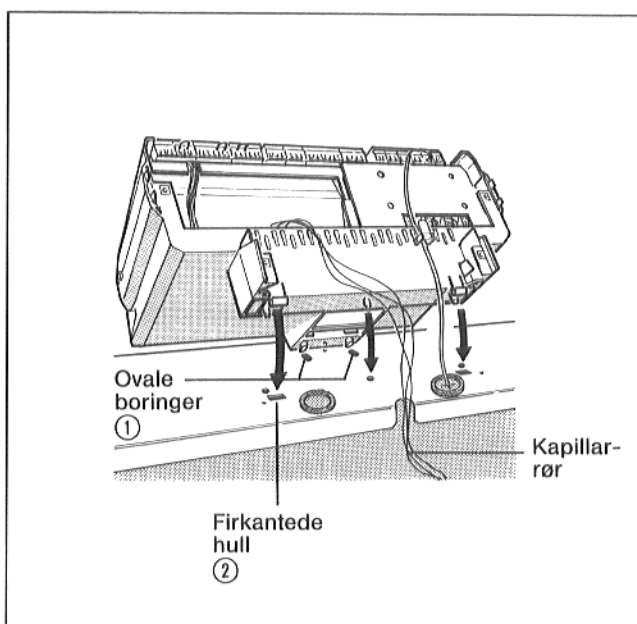

Fig. 23
- Kontrollpanelet settes slik på fremre topp-plate at innskyvningshakene på undersiden av kontroll-panelet griper inn i de ovale boringene ① forfra (fig. 23).
- Kapillarrørene legges inn i utskjæringen til fremre topp-plate (fig. 23).
- Brennerledningen – på Ecomatic er det følerledningen – skyves gjennom gummigjennomføringen (fig. 23).
- Kontrollpanelet skyves fremover og trykkes slik ned bak at de to elastiske hakene går i inngrep i de bakre firkantede hullene ② (fig. 23).